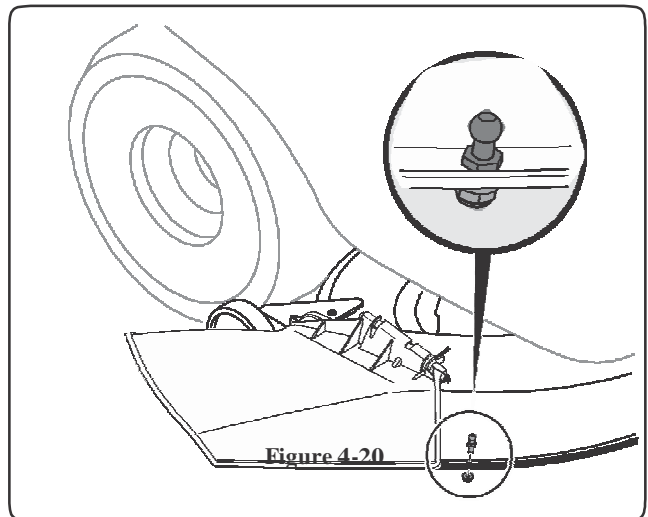

Figure 4-20
10. Montera kulbulten som följer med i monteringskitet i hålet på klippdäcket på framsidan. Se Fig. 4-20, använd låsmutter.